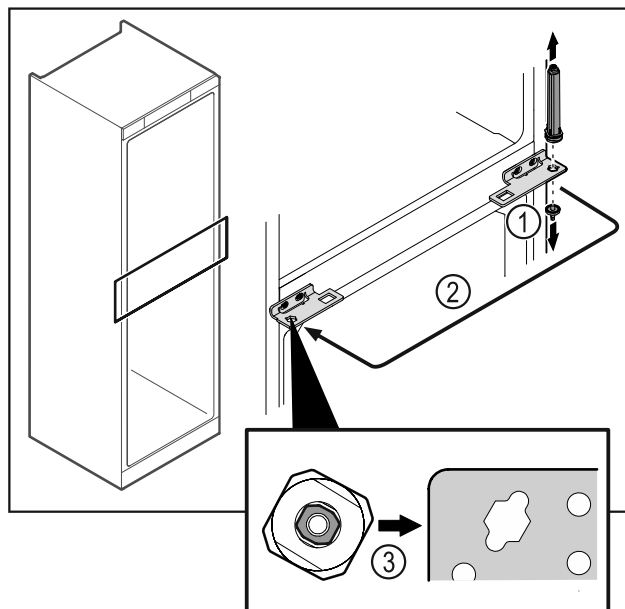

Fig. 43
- ▶ Odkręcić sworznię zawiasu Fig. 43 (1).
- ▶ Przełożyć system blokujący drzwi Fig. 43 (2).
- ▶ Zwrócić uwagę, aby podczas wkładania ścięcia sworznia Fig. 43 (3) było skierowane na okrągły otwór.